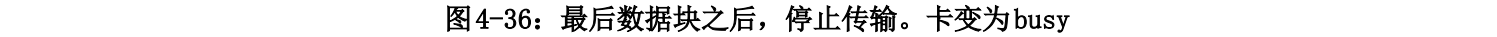

图 4-36: 最后数据块之后，停止传输。卡变为 busy
- R1b 时序 卡可能会在 R1b 命令操作期间发出 “busy” (通过拉低 DAT 线)。总线传输时序和图 4-36 相同 (不由 Nsb 决定)。